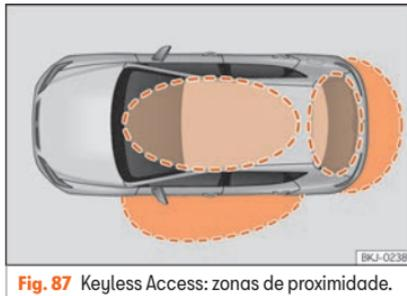
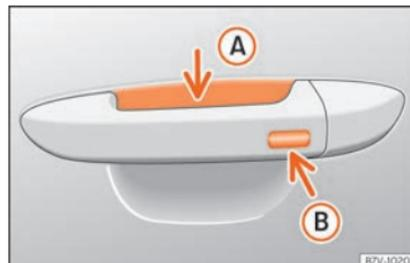

Fig. 87 Keyless Access: zonas de proximidade.
Fig. 88 Manípulo da porta: superfícies sensoras
»» Fig. 88
O Keyless Access é um sistema de fecho e arranque sem chave com o qual se pode destrancar e trancar o veículo sem utilizar ativamente a chave do mesmo. Para isso, só é necessário que exista uma chave do veículo válida na zona de deteção correspondente à tentativa de acesso ao veículo »» Fig. 87 e tocar numa das superfícies sensoras dos manípulos das portas »» Fig. 88 »» .
Se se encontrar uma chave válida numa das zonas próximas »» **Fig. 87**, o sistema de fecho e arranque sem chave Keyless Access confere à referida chave direitos de acesso quando se toca numa das superfícies sensoras dos manípulos das portas dianteiras.
- Agarre no manípulo da porta do condutor. Ao fazê-lo, toca-se na superfície sensora »» **Fig. 88 (A)** (seta) do manípulo e destranca-se o veículo.
- Toque *uma vez* na superfície sensora de trancagem »» **Fig. 88 (B)** (seta) do manípulo da porta do condutor. A porta cujo manípulo se aciona deverá estar fechada.
- Toque *uma vez* na superfície sensora »» **Fig. 88 (B)** (seta) do manípulo da porta do condutor. O veículo é trancado com o sistema de segurança «Safe» »» **Página 112**. A porta cujo manípulo se aciona deverá estar fechada.
- Toque *duas vezes* na superfície sensora »» **Fig. 88 (B)** (seta) do manípulo da porta do condutor para trancar o veículo sem ativar o sistema de segurança «Safe» »» **Página 112**.
Quando o veículo está trancado, a porta da bagageira destranca-se automaticamente ao abri-lo se numa zona próxima »» Fig. 87 se encontrar uma chave do veículo válida.
- Pressione o botão de fecho  do comando à distância e toque uma vez, dentro dos 5 segundos seguintes, na superfície sensora de bloqueio do manípulo da porta do condutor »» Fig. 88 . Não agarre o manípulo da porta, caso contrário o veículo não trancará.
Para **fechar com a função de conforto** todas as janelas elétricas e o teto de vidro, mantenha um dedo durante uns segundos sobre a superfície sensora de bloqueio »» Fig. 88  (seta) do manípulo da porta até que as janelas e o teto se tenham fechado.
caso existisse alguma chave do veículo válida na zona próxima. Se, pelo menos, uma das janelas com acionamento elétrico estiver aberta e se se ativar a superfície sensora »» Fig. 88 B (seta) de um dos manípulos de forma permanente, fechar-se-ão todas as janelas.